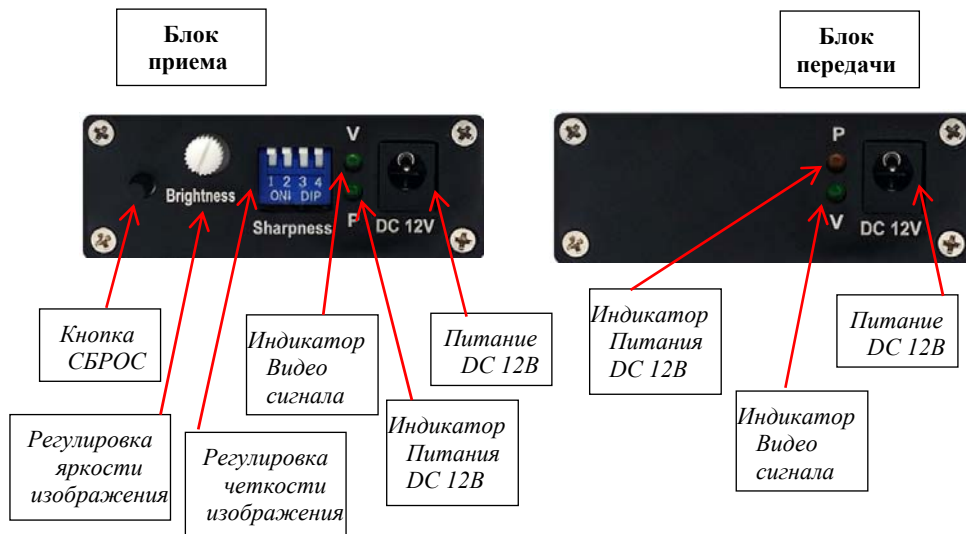

Рис. 2. Схема расположения точек коммутации задней панели блоков
6.2. Для подстройки видео изображения используйте соответствующие регуляторы, смотрите Рисунок 2.